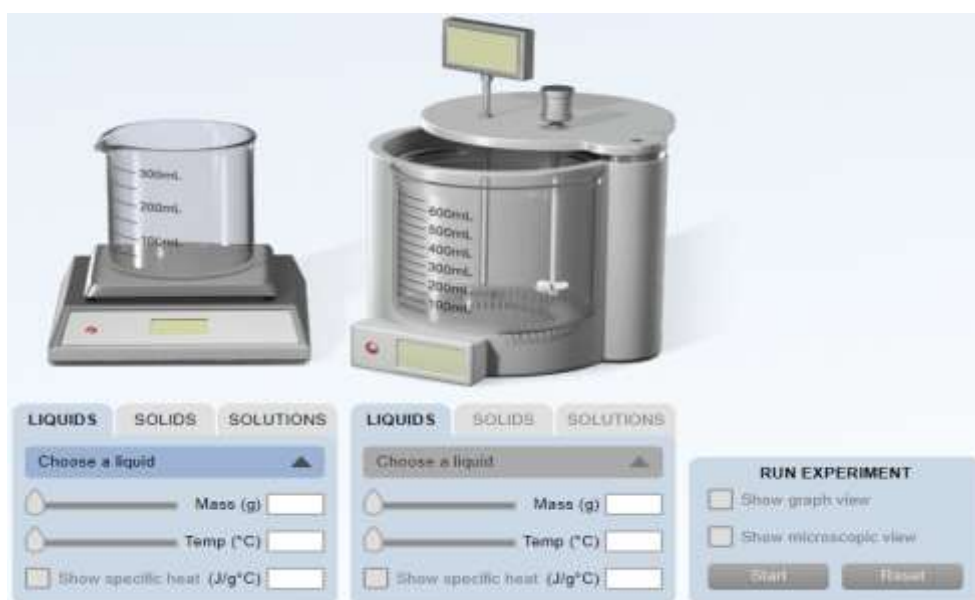

Figura 1. Simulador *Calorimetry*
5. Vaya a la pestaña del **experiment** y corra dé clic en **run experiment**. Debe observar la imagen que se muestra en la figura 1.